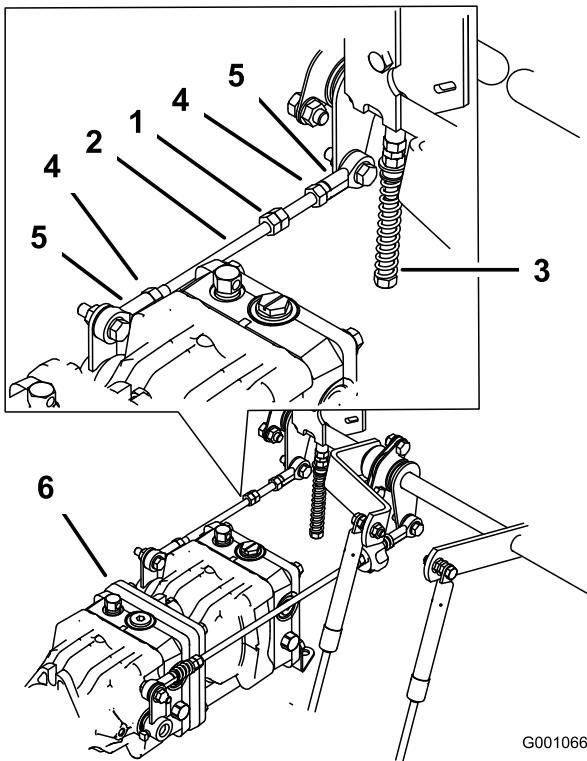

Figura 79
1. Afloje las contratuerca de la articulación esférica de la varilla de control de la bomba (Figura 79).
3. Ajuste la longitud de la varilla de la bomba girando las tuercas dobles de la varilla, en el sentido apropiado, hasta que la rueda quede estacionaria o se mueva muy lentamente en marcha atrás (Figura 79).
- Apriete las contratuerzas de las articulaciones esféricas (Figura 79).